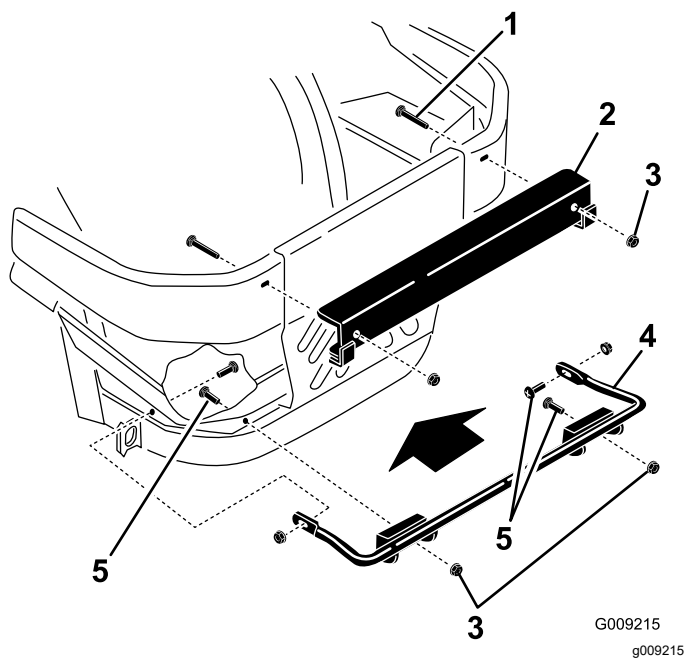

Figure 5
- Fixez le support de montage inférieur sur le cadre de la machine à l'aide de 4 boulons de carrosserie ($\frac{3}{8}$ " x $1\frac{1}{4}$ ") et 4 écrous à embase ($\frac{3}{8}$ "), comme montré à la Figure 5.
- Fixez le support supérieur sur les pare-chocs gauche et droit à l'aide de 2 boulons de carrosserie ($\frac{1}{2}$ " x $2\frac{1}{2}$ ") et 2 écrous à embase ($\frac{1}{2}$ "), comme montré à la Figure 5.